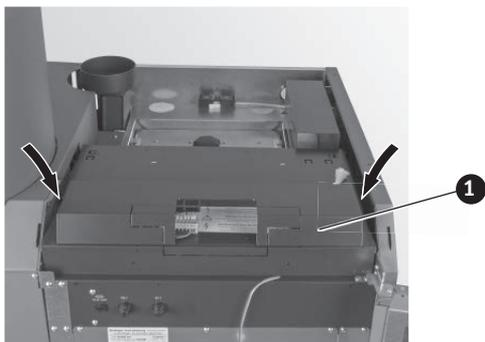

Fig. 118 Togliere 2 viti della copertura e rimuovere la copertura
- ▶ Allentare 2 viti della copertura dei morsetti di collegamento e staccare la copertura verso l'alto – Fig. 118.